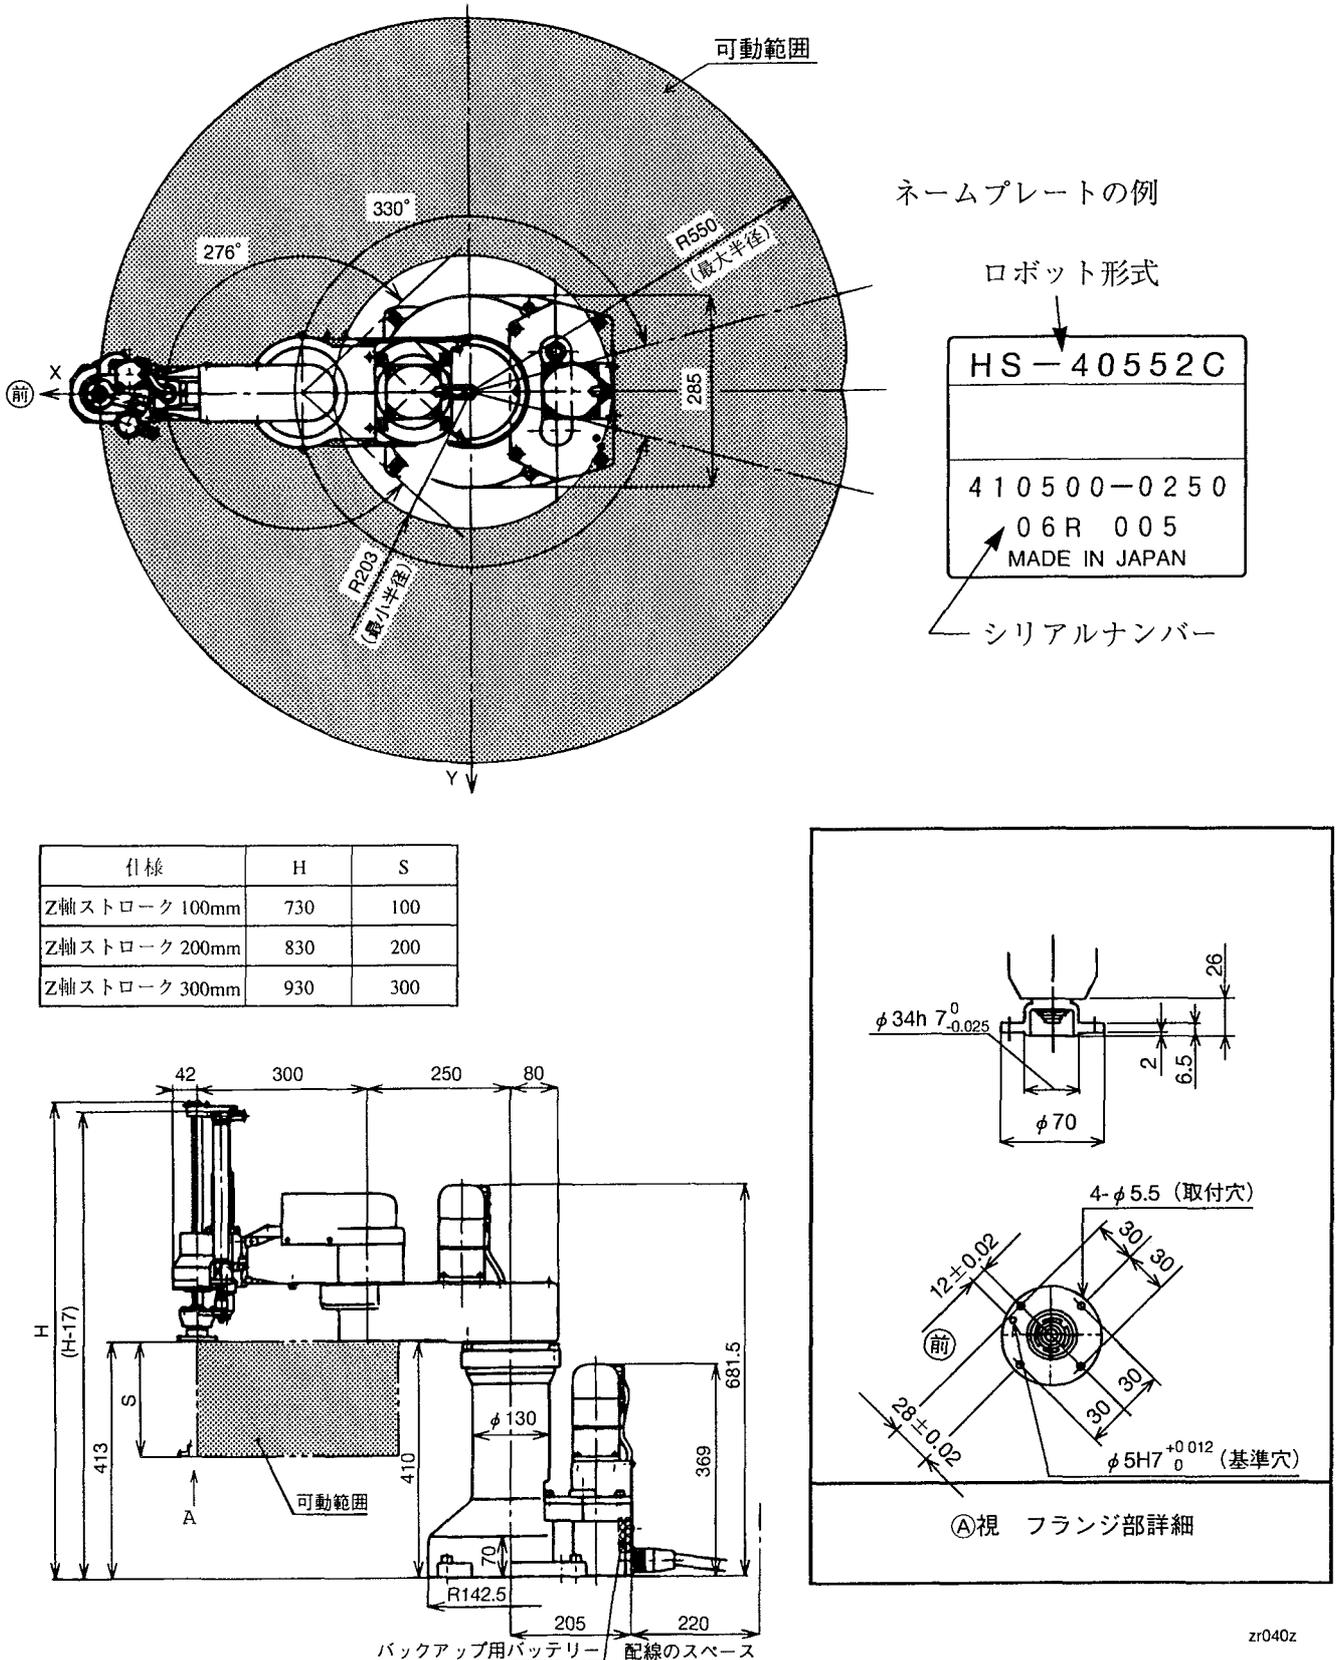

図1-16 外形寸法と可動範囲
(2) HS-C型ロボットの外形寸法 HS-C型ロボットの外形寸法と可動範囲を図1-16に示します。